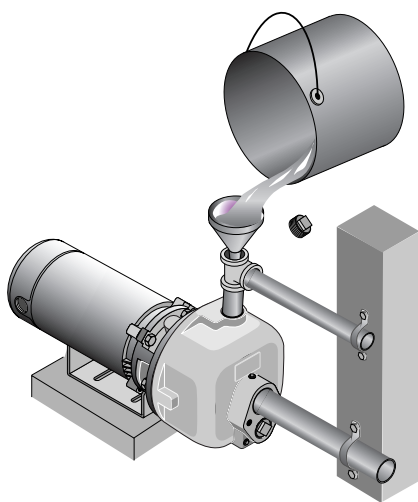

Figura 4: Llene la bomba antes de comenzar
- Paso 3. Llene la bomba y el tubo de succión con agua (figura 4).